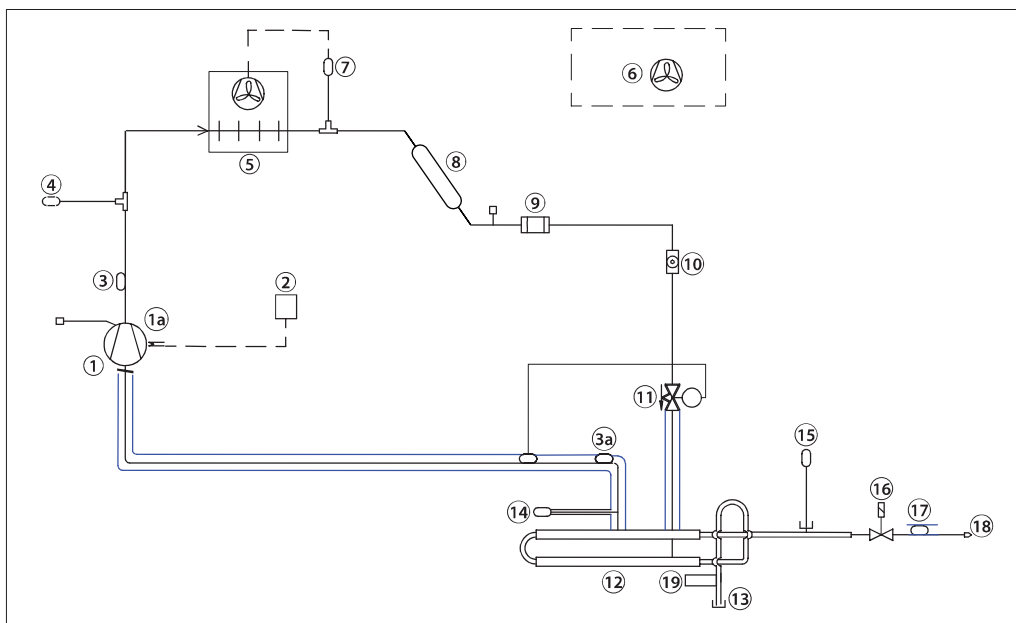

Fig. 1. Disposición del purgador R290
** Véase la Fig. 1 y la Fig. 10a
Solo se requiere 1 conexión mecánica para el purgador (véase la Fig. 1). El flujo de amoníaco / gases NC desde la planta principal se realiza a través de la brida para amoníaco (véase el punto 13 en la Fig. 1 posterior), mientras que la purga de los gases NC se realiza a través del tubo de expulsión de purga (18).